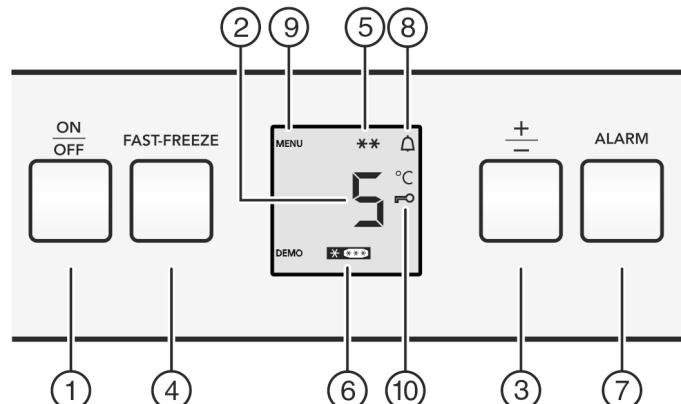

Fig. 2
- Appuyez sur la touche marche/arrêt Fig. 2 (1).
- Appuyer environ 5 secondes sur la touche Fast-Freeze Fig. 2 (4).
- ▷ Le symbole Menu Fig. 2 (9) apparaît dans l'affichage.
- Confirmer brièvement avec la touche Fast-Freeze Fig. 2 (4).
- ▷ Le symbole Sécurité enfant Fig. 2 (10) s'allume dans l'affichage.
- Appuyer brièvement sur la touche On/Off Fig. 2 (1).
- Appuyer sur la touche Alarme Fig. 2 (7).
L'affichage de la température clignote en même temps que le symbole Alarme Fig. 2 (8).
L'avertisseur sonore s'éteint automatiquement et le symbole Alarme Fig. 2 (8) et l'affichage de température arrêtent de clignoter lorsque la température est de nouveau suffisamment froide.